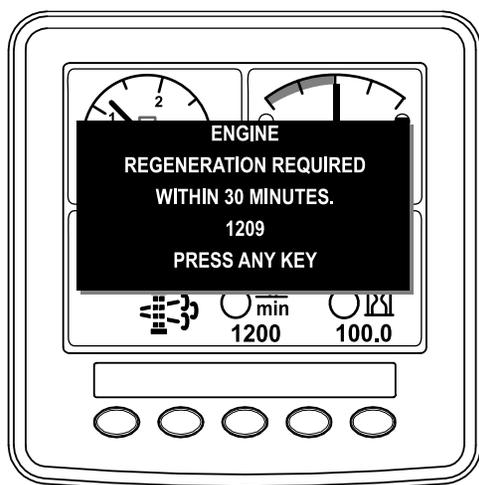

Рисунок 46
- Если вы проигнорируете запрос на регенерацию с парковкой (отображенный на дисплее инфо-центра) и продолжите эксплуатировать машину (Рисунок 46), в